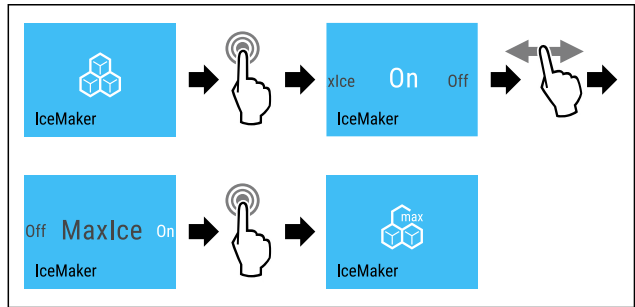

Fig. 21
- ▶ Выполните шаги действия (см. Fig. 21).